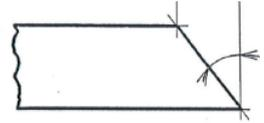

Figure 3
- L'angle de coupe  $\alpha$  (angle formé entre le plan du coupe tube et un plan perpendiculaire à l'axe du tube) doit être inférieur à  $3^\circ$  (cf Figure 3)
- Assembly problems may occur in case of an inappropriate pipe cutter position. The cutting angle  $\alpha$ , ie. the angle between the pipe cutter blade and the plan perpendicular to the pipe axle, has to be lower than  $3^\circ$  (cf. Figure 3).